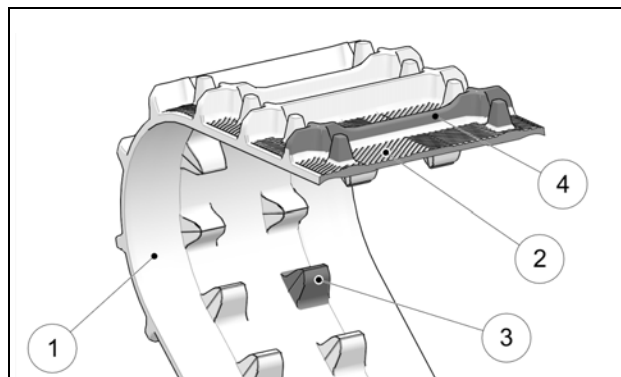

Figure 36
Vérifier l'usure des chenilles en examinant la bande de roulement intérieure (1) et extérieure (2), les dents de traction (3) et les profils (4). S'assurer de ne pas voir la structure interne de la chenille là où il y a des coupures ou de l'usure. Figure 36.